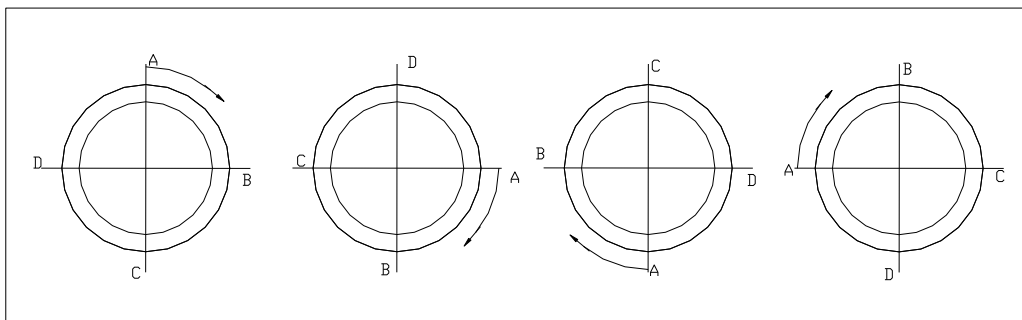

Figura 2
- mudar a posição da mangueira em relação a flange da lança com certa frequência para evitar o desgaste localizado. (vide figura 2)